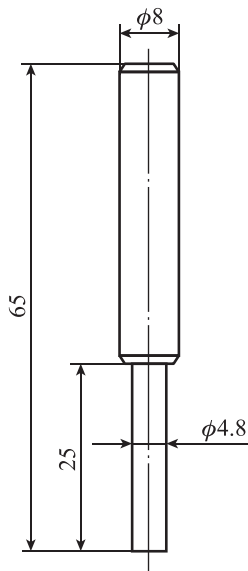

图 2-28 工具电极
(1) 电极的制造
① 电极材料的选择：本任务加工零件的电极用紫铜来制造。
② 电极的制造：电极采用数控车床一次加工成型，其形状、尺寸如图 2-28 所示。电极由两段阶梯轴组成， $\phi 8$ mm 段为电极柄，此段安装到机床钻夹头上， $\phi 4.8$ mm 长 25 mm 段是电极加工位置，此段用来加工零件中的断丝锥。
(2) 电极的安装与找正